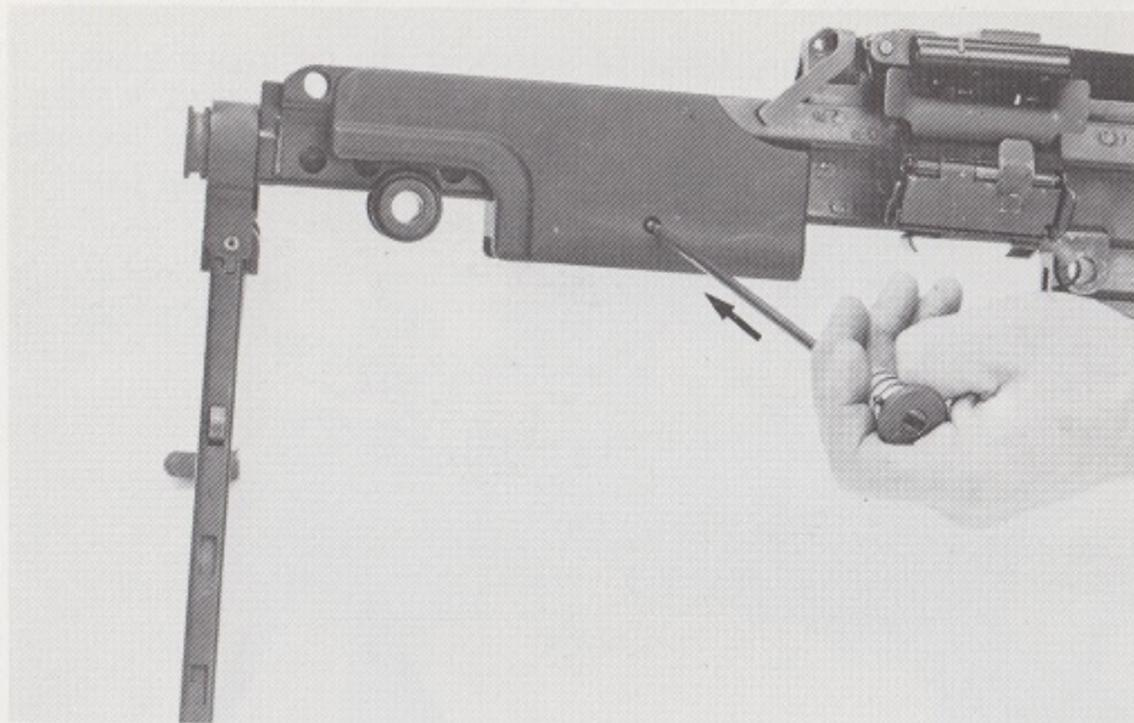

Fig. 34
- A l'aide de la pointe du guide récupérateur, pousser la broche de maintien du garde-main vers la droite dans le trou de la patte de fixation jusqu'à encliquetage (Fig. 34).